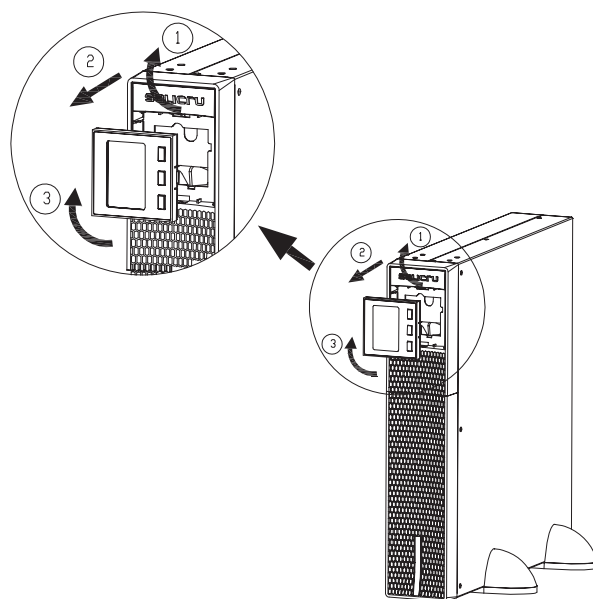

Fig. 5. Rotación del panel de control con display LCD sobre el embellecedor plástico del frontal.
- En las Fig. 5 a 11 se representa a modo de ejemplo el grafismo de un equipo o de éste con su módulo de baterías. Estas ilustraciones son de ayuda y orientación en los pasos a seguir y no pretenden en ningún caso particularizar las instrucciones a un sólo modelo, aunque en la práctica las acciones a realizar son siempre las mismas para todos ellos.
- Para facilitar la lectura de los mensajes del display cuando el equipo se instala verticalmente, es posible rotar 90° el panel de control en sentido horario (ver Fig. 5).